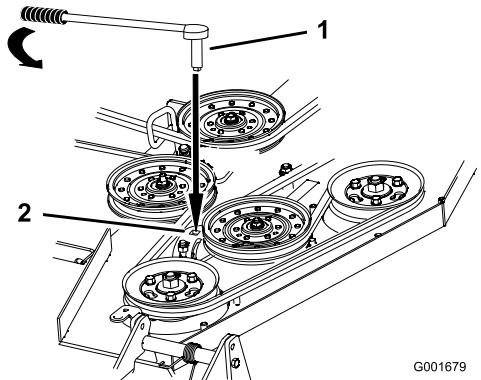

Figura 50
- Inserite nel foro quadrato del braccio di rinvio fisso un cricchetto provvisto di una breve prolunga, o una barra idonea (Figura 50).